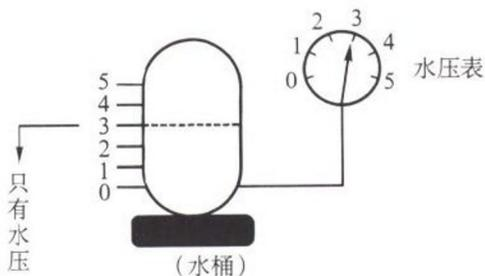

图 1-3
(2) 水流：我们来看图 1-3 这个水桶，内部只存在着水位（即水压），这可从水压表看出，但是没有水流？当然没有。因为没有把水压引出来，哪来水的流动？怎样做才有水流？很简单，我们在水桶的桶底开个孔，接一支水管，水不就流出来了吗！水的流动称为“水流”，如图 1-4 所示。